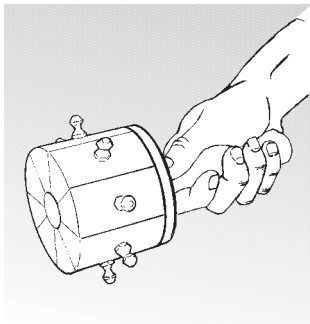

Рис. 2
- Установить комплект кулачков между эталонными кулачками (рис. 2) и начать закрывать кулачки.